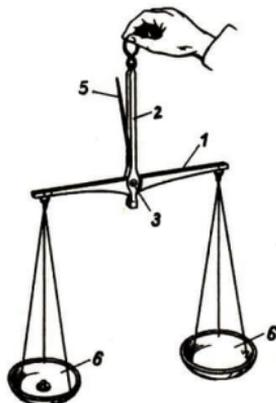

Abb.98 Oberzüngige Kaufmannswaage
**Die Kaufmannswaage.** Beschreibe die in Abb. 98 und 99 dargestellten Waagen und verwende die Bezeichnungen Waagebalken (1), Schere (2), Achse (3),